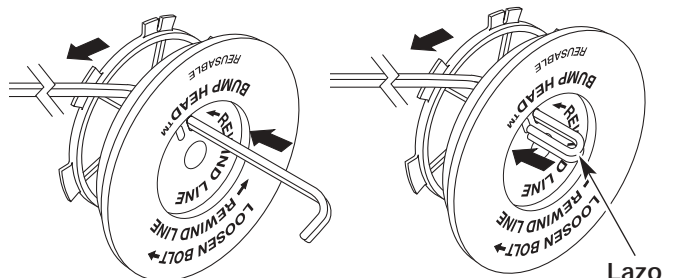

Figure 23
8. Corte aproximadamente 12 pies (3.65 m) de nueva línea de corte. Inserte un extremo de la línea a través de uno de los orificios del carrete interior (Fig. 23). Pase la línea a través del carrete interior hasta que queden sólo 4 pulgadas fuera.
9. Inserte el extremo de la línea en el orificio abierto del carrete interior y tire de la línea en forma ajustada a fin de que el lazo sea lo más pequeño posible (Fig. 23).